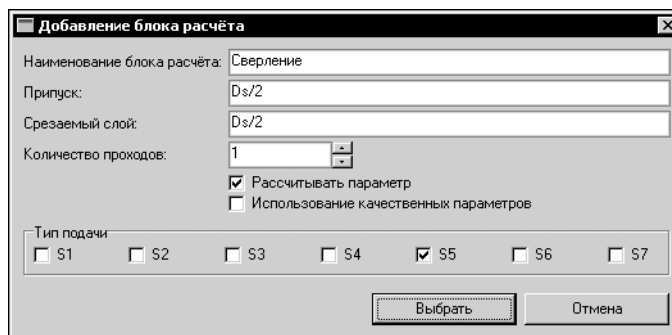

Рис. 21.25. Добавление блока расчета
3. В открывшемся окне **Добавление блока расчета** (рис. 21.25) введите наименование блока расчета в поле **Наименование блока расчета**.
4. При необходимости введите формулу расчета припуска в поле **Припуск**, формулу расчета срезаемого слоя — в поле **Срезаемый слой** (рис. 21.25).
5. Введите количество проходов в поле **Количество проходов**, установите маркер напротив опции **Рассчитывать параметр** (рис. 21.25).
6. Установите маркер напротив типа (типов) подачи и нажмите кнопку **Выбрать** (рис. 21.25).